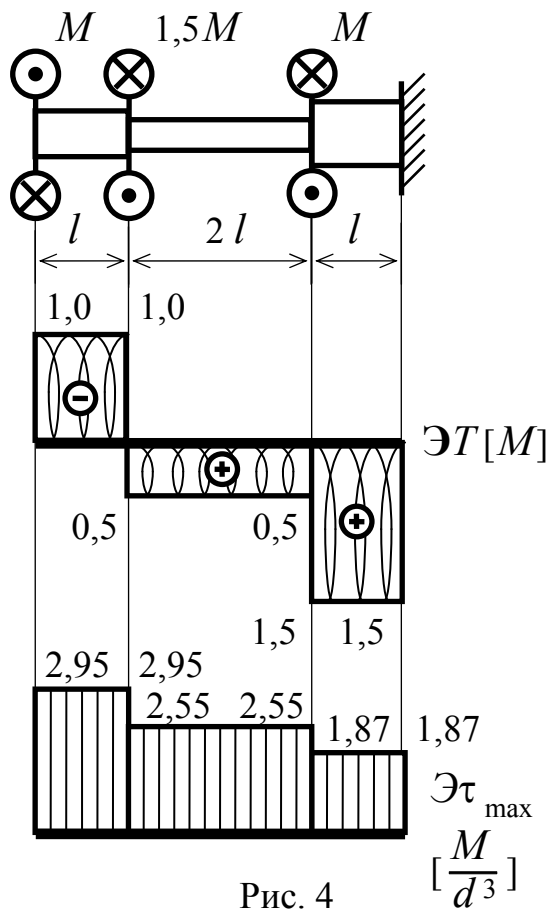

Рис. 4
**1. Расчетная схема вала.** Изобразим вал в масштабе (см. рис. 4), проставим размеры, выразив их через параметры длины  $l$ . Покажем внешние нагрузки, выразив их через параметр нагрузки  $M$ . Для удобства расчетов введем параметр размера сечения  $d = d_2$ . Тогда  $d_1 = 1,2d$ ;  $d_3 = 1,6d$ .
**2. Анализ нагруженности вала.** Построим эпюру крутящего момента  $\mathcal{E}T$  (см. рис. 4).